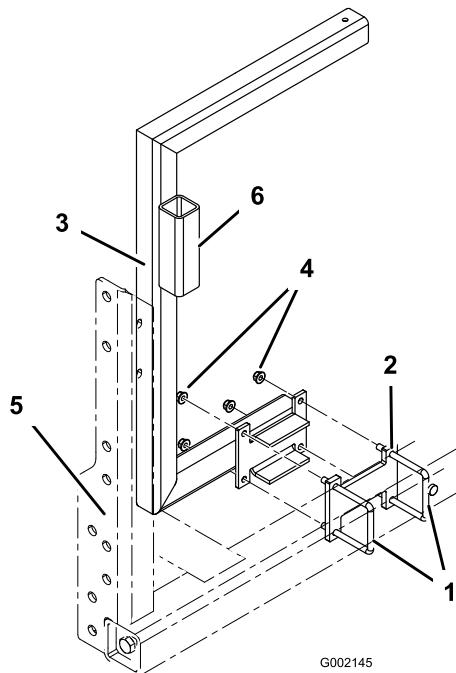

図 3
- 右側リール・サポート (スプレー・ガン・ホルダについているサポート) を、車両のフレームの、先ほど 2 つの U ボルトとスペーサを取り付けた場所に取り付ける (図 3)。フレームをフランジ・ナット (3/8 インチ) (4本) で固定する。取り付けると、サポートがタンクの後端部を包むようになる。